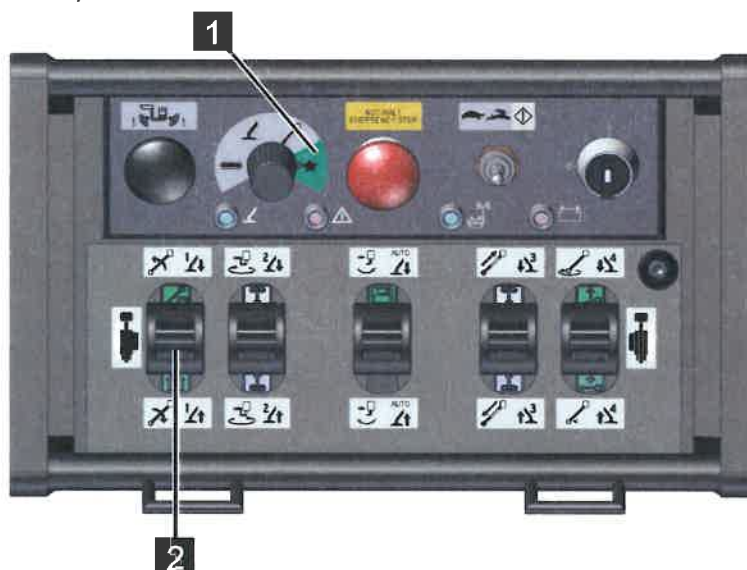

Abb. 141
2. Funktionswahlschalter (Abb.141/1) auf [Sonderfunktion] (grün) stellen.
3. Den Steuerhebel (Abb.141/2) gemäß nachfolgender Tabelle bedienen.